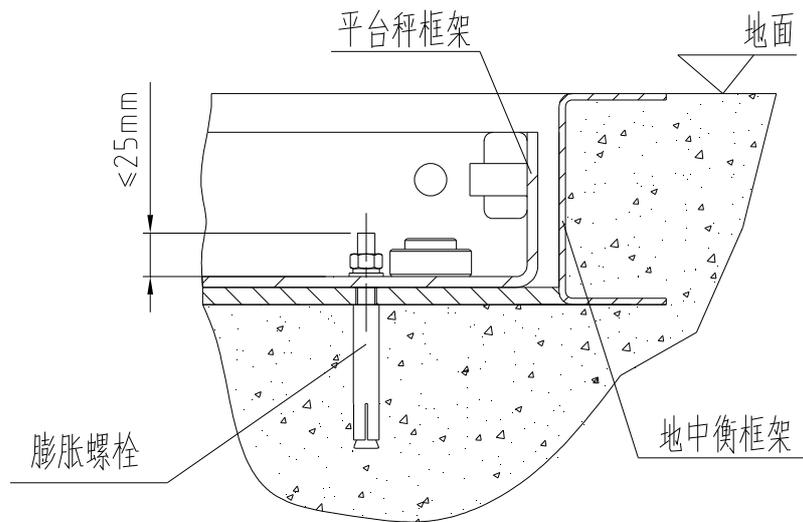

图 4-9 地中衡安装时的定位方法
- 待混凝土保养期过后，将平台秤框架放入就位，并按其地脚孔的位置在混凝土中打膨胀螺栓孔 $\phi 14$ ，然后将平台秤框架通过四只膨胀螺栓 M10 固定于基坑中。见图 4-9；